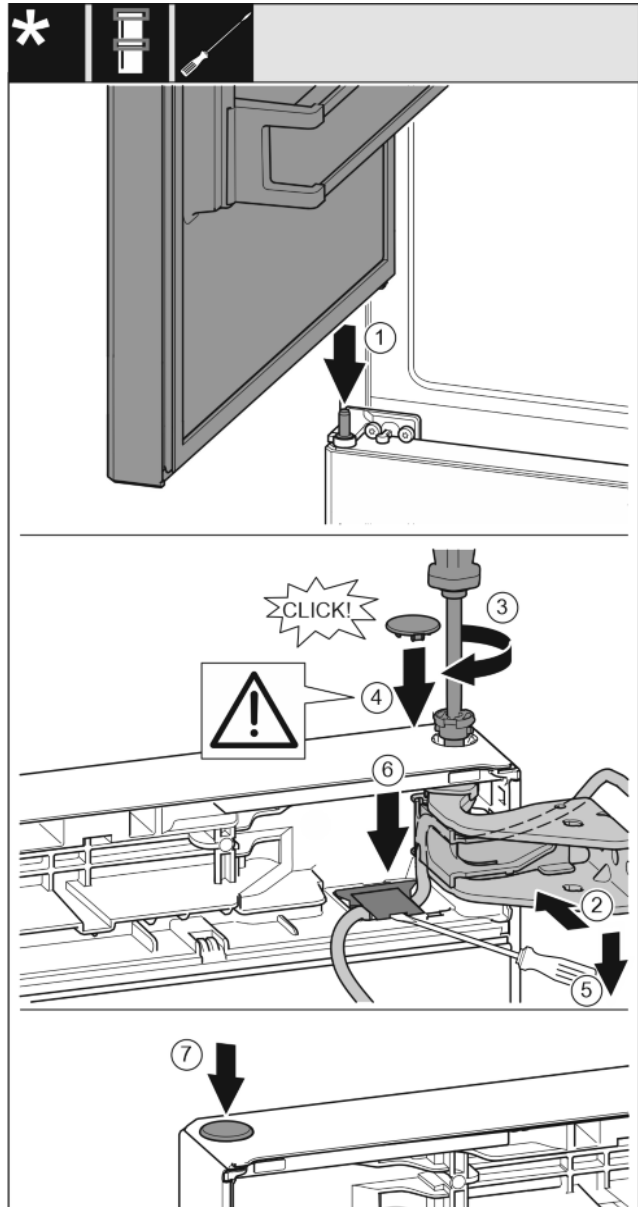

Fig. 33
- ▶ Поставете горната врата върху средния лагерен болт Fig. 33 (1)
- ▶ Регулирайте вратата горе спрямо отвора в лагерната стойка. Fig. 33 (2)
- ▶ Поставете болта и затегнете здраво с отвертка T15. Fig. 33 (3)
- ▶ Монтаж на предпазния капак за осигуряване на вратата: Поставете предпазния капак и проверете дали той е допрян до вратата. В противен случай поставете изцяло болта. Fig. 33 (4)
- ▶ С плоската отвертка повдигнете и издърпайте капака. След това поставете кабела отдолу. Fig. 33 (5)
- ▶ Поставете отново капака и натиснете надолу, докато се фиксира. Fig. 33 (6)
- ▶ Поставете тапата. Fig. 33 (7)